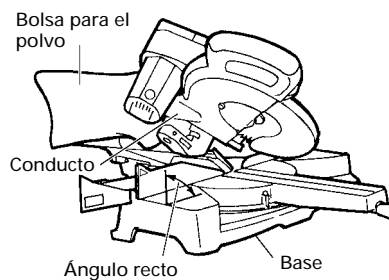

Fig. 50
- (1) Cuando la bolsa para el polvo esté llena de polvo, dicho polvo saldrá soplado de la bolsa para el polvo cuando gire la hoja de sierra. Compruebe periódicamente y vacíe la bolsa para el polvo antes de que se llene.
- (2) Durante el corte en bisel y compuesto, fije la bolsa para el polvo en ángulo recto con relación a la superficie de la base como se muestra en la Fig. 50.